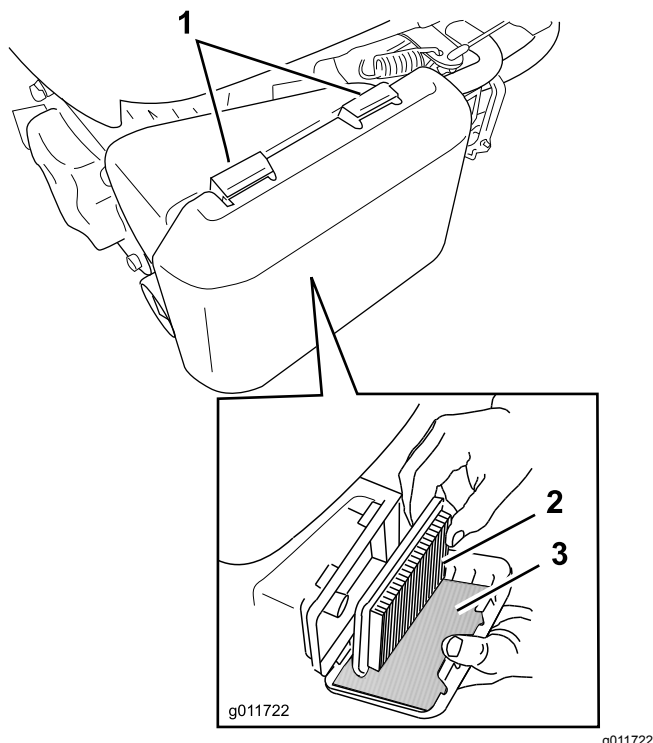

Figura 25
1. Premete sulle linguette di chiusura sul coperchio del filtro dell'aria (Figura 25).
3. Estraiete il filtro aria di carta e il prefiltro in schiuma sintetica (Figura 25).